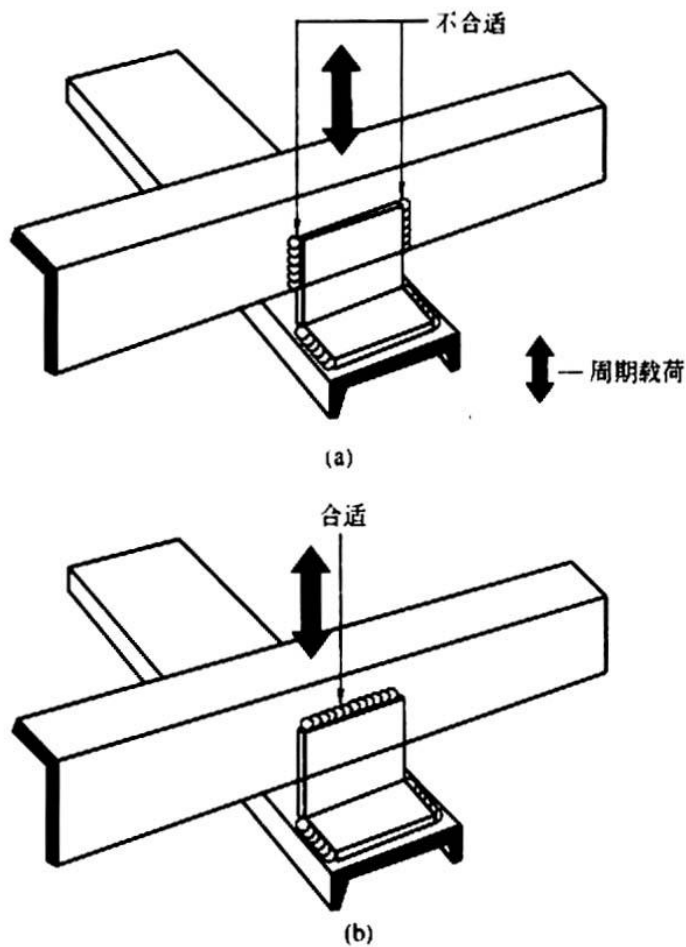

图 79 用沿中轴线的一条焊缝代替两条剪切焊缝
4、采用焊接方法对角钢进行装配时，如图 79(a)所示，立焊焊缝在一定大小的周期性载荷作用下易发生破坏。如何解决这样的装配问题？
在周期性载荷作用下，角钢容易发生扭曲，使得两条立焊焊缝变成相互作用的横向剪切焊缝。除了立向剪切载荷外，这两条立焊焊缝通过横梁的扩张也承受横向剪切载荷。如果用一条横焊焊缝代替这两条立焊焊缝，受到的横向剪切力将减小，如图 79(b)所示。对于位于上部的角钢来说，焊缝越靠近角钢较厚的部位，作用在焊缝上的压力起小。这是因为上部角钢的金属减小了角钢的扩张量。